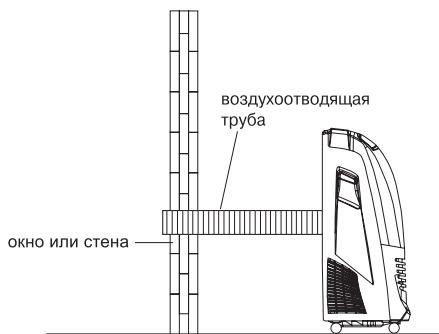

Рис.2.3
• Через блок кондиционера проходят два воздушных потока. Воздух первого потока забирается из помещения, проходит через испаритель, охлаждается и выходит через верхние выпускные отверстия. Воздух второго потока, также забирается из помещения, проходит через конденсатор, нагревается и отводится через воздухоотводящую трубу наружу (рис.2.3).